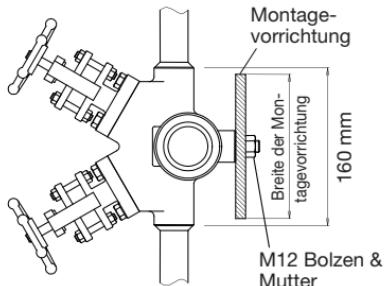

Abbildung 1
4. Mit M12 Bolzen, den Verteiler/Sammler an der Vorrichtung befestigen (siehe Abb. 1). Der Verteiler/Sammler wird vertikal und mit der angegossenen "TLV" Beschriftung lesbar und horizontal angeschraubt.